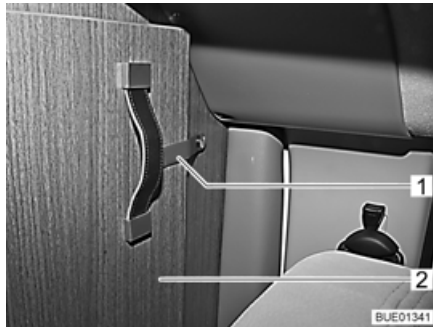

Bild 51 Sicherungsband
- Sicherungsband (Bild 51,1) vom klappbaren Teil der Fahrerhausabtrennung (Bild 51,2) lösen.